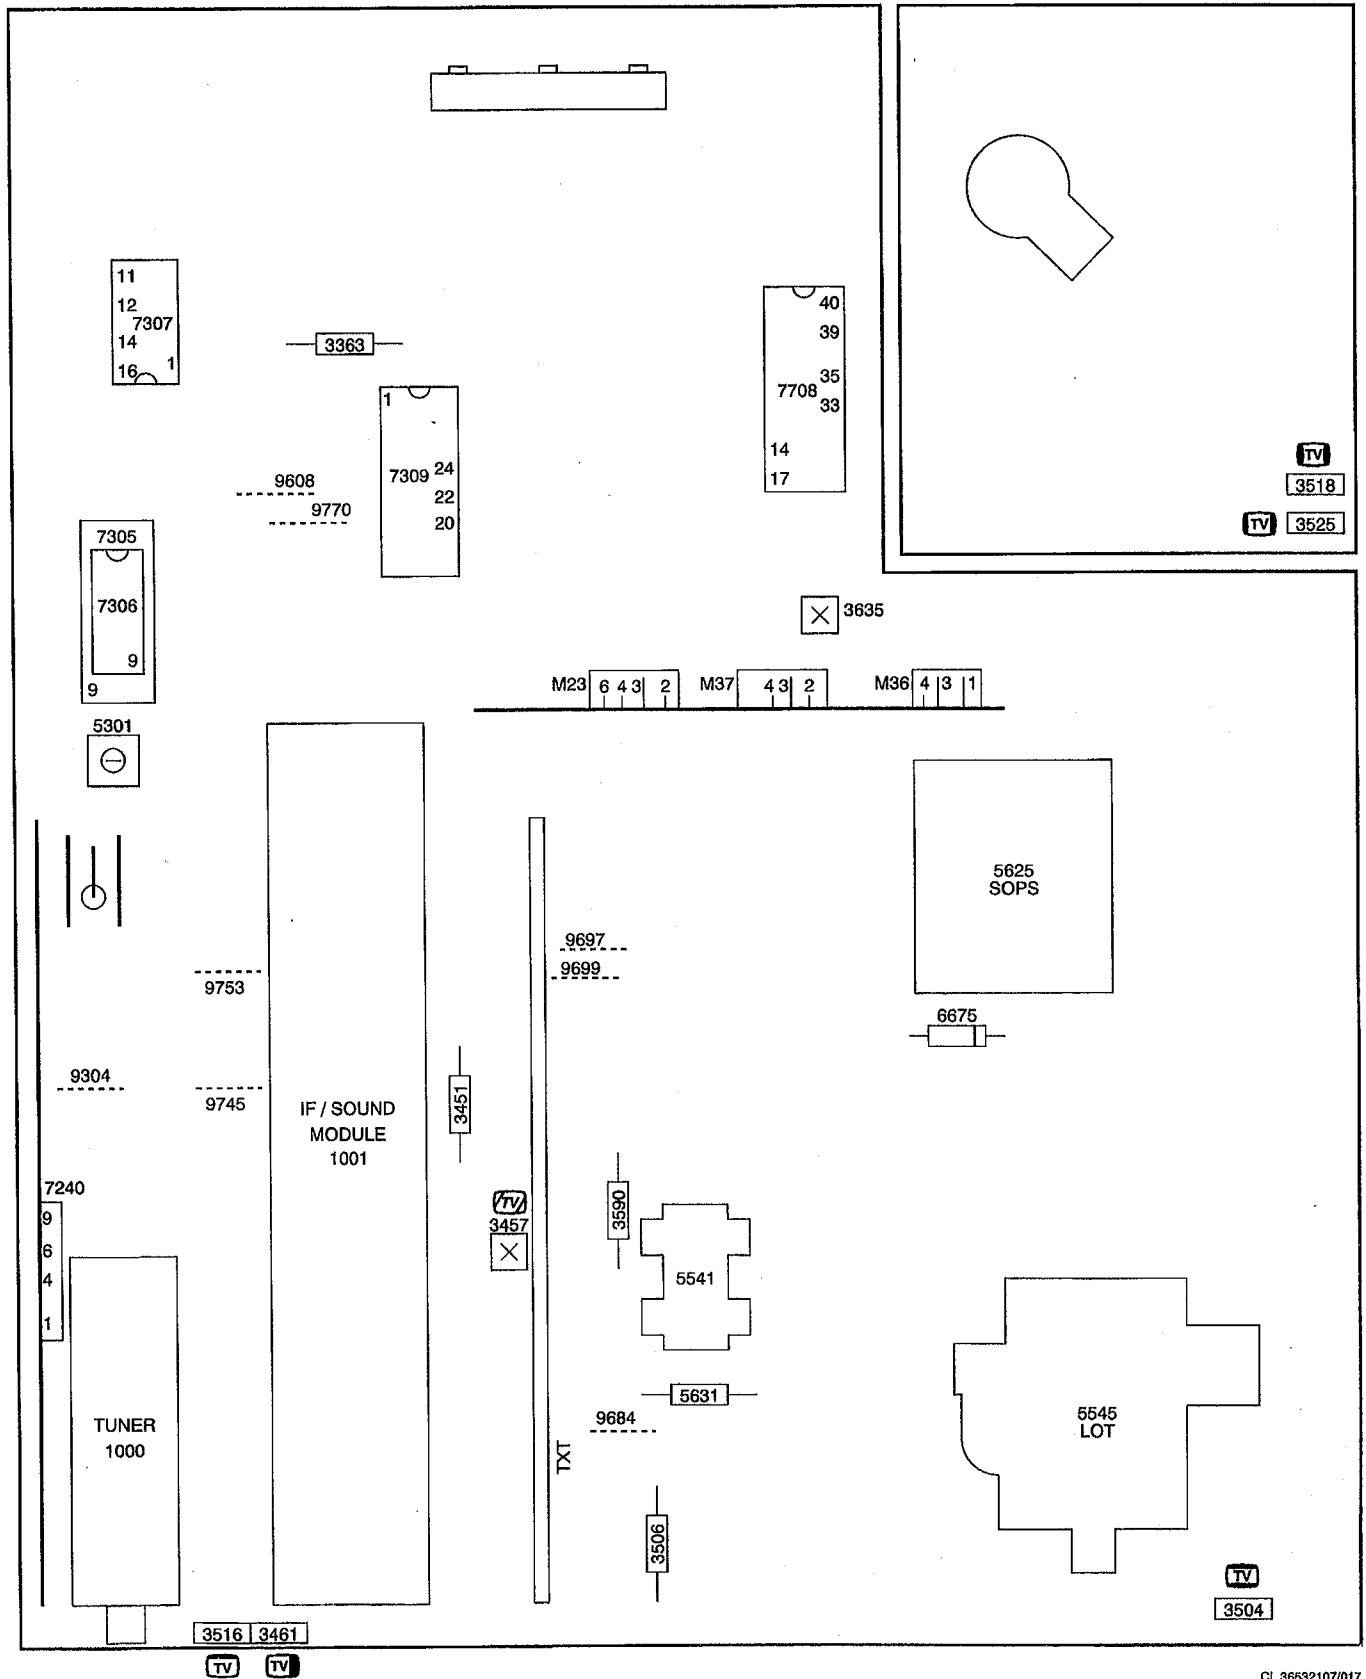

Fig. 7.1
1. Afregelingen op het dragerpaneel (Fig. 7.1)